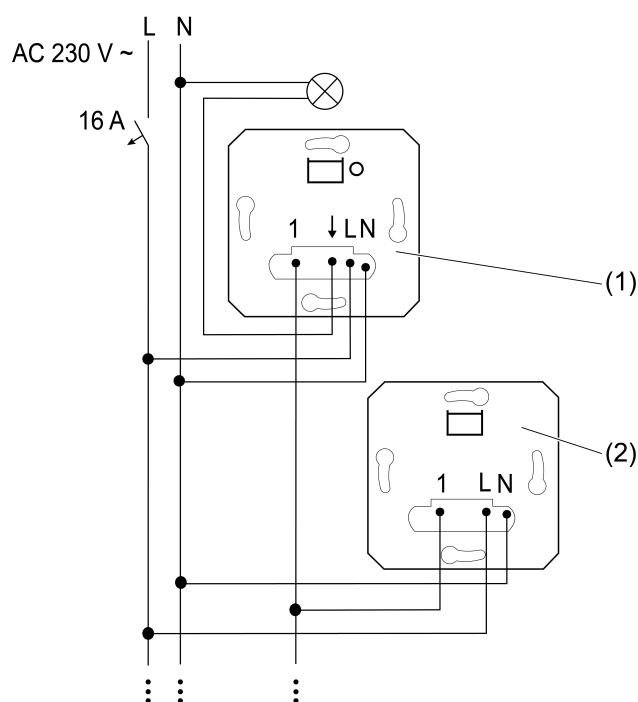
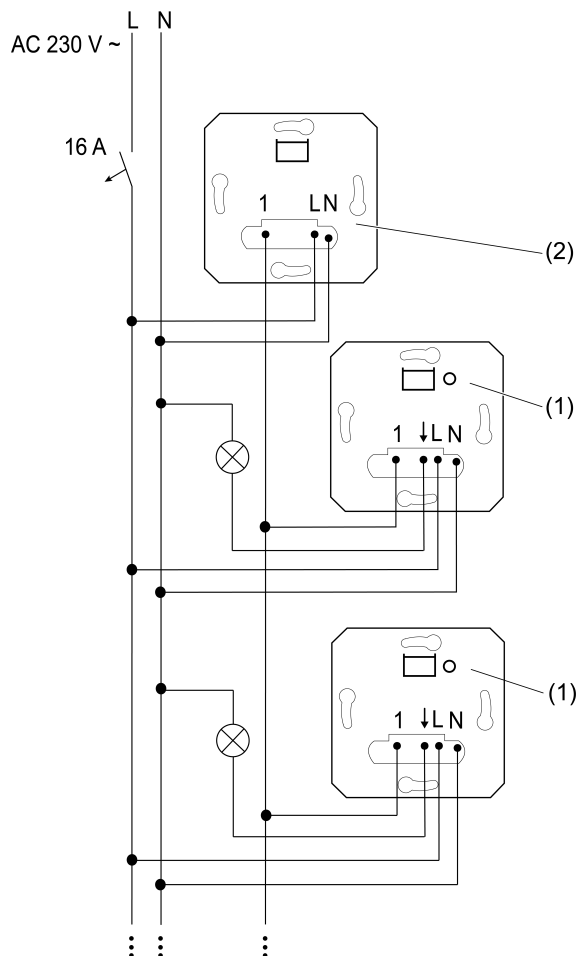
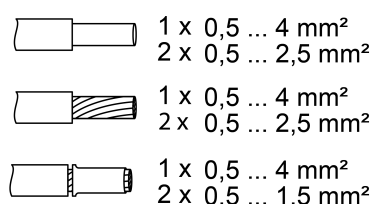

рисунок 1: Схема подключения 3-проводных подчиненных узлов к главному узлу
рисунок 2: Схема подключения нескольких главных узлов к одному 3-проводному подчиненному узлу для центрального управления
рисунок 3: Поперечные сечения проводов, на которые могут устанавливаться зажимы
- i** К одному главному узлу (1) можно подключить максимум пять 3-проводных подчиненных узлов (2) (рисунок 1).
- i** Через один 3-проводный подчиненный узел (2) можно управлять максимум пятью одинаковыми или различными главными узлами (1) (рисунок 2).
- Подключение подчиненного узла (2) согласно схеме подключения (рисунок 1) и (рисунок 2). При этом следует учитывать поперечные сечения проводов, на которые могут устанавливаться зажимы (рисунок 3).